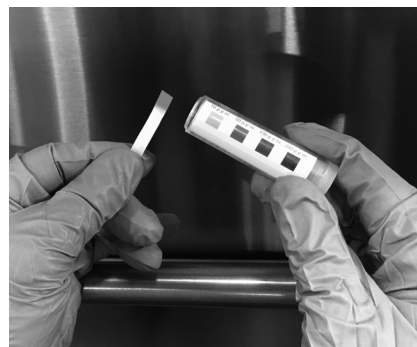

Fig. 11
3. Comparez la bandelette d'essai à l'échelle d'essai fournie avec votre trousse d'essai (Fig. 11). Si le niveau de l'agent assainissant est en dehors des limites (c'est-à-dire inférieur à 50 ppm ou supérieur à 100 ppm), ajustez le dosage. Reportez-vous à la section Programmation de la pompe à produits chimiques (page 14), pour les instructions de réglage, ou contactez votre fournisseur de produits chimiques.